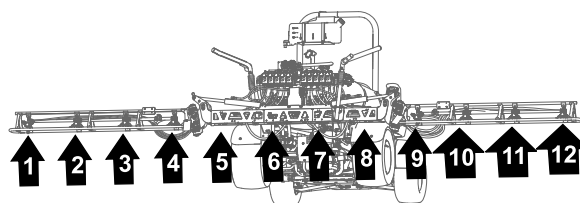
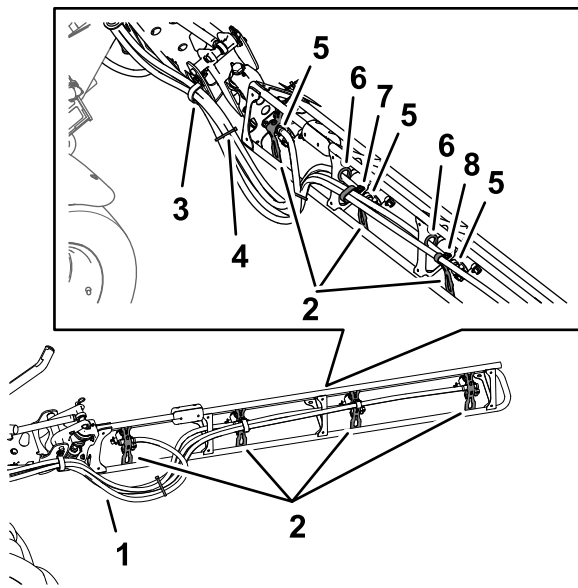

Figura 127
Figura 128
1. Enrute las mangueras de las boquillas de fumigación 1, 2, 3 y 4 a través de la abrazadera en R en el extremo exterior izquierdo de la sección de fumigación central (Figura 127 y Figura 128).
- Enrute las mangueras de las boquillas de fumigación 7, 8, 9 y 10 a través de la abrazadera en R en el extremo exterior derecho de la sección de fumigación central (Figura 127 y Figura 128).
- Enrute las mangueras de suministro de 279 cm y los conectores de manguera dentados (¾") por la sección de fumigación hasta las boquillas de fumigación 1 y 10, según se muestra en la Figura 127 y la Figura 128.
- Enrute las mangueras de suministro de 234 cm y los conectores de manguera dentados (¾") por la sección de fumigación hasta las boquillas de fumigación 2 y 9, según se muestra en la Figura 127 y la Figura 128.
- Enrute las mangueras de suministro de 188 cm y los conectores de manguera dentados (¾") por la sección de fumigación hasta las boquillas de fumigación 4 y 8, según se muestra en la Figura 127 y la Figura 128.
- Enrute las mangueras de suministro de 188 cm y los conectores de manguera dentados (¾") por la sección de fumigación hasta las boquillas del fumigación 4 y 7, según se muestra en la Figura 127 y la Figura 128.
- Agrupe las 4 mangueras de las boquillas de fumigación con una brida, como se muestra en la Figura 128.